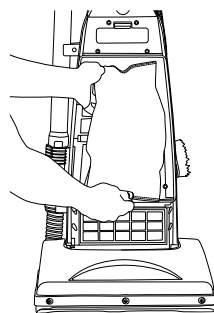

Fig. 4
2. Coloque la nueva bolsa de la aspiradora en el soporte de la bolsa (Fig. 4).